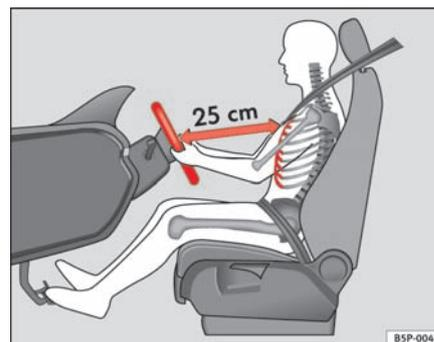

Fig. 97 Posición correcta del conductor
- Ajuste el volante hasta alcanzar la posición deseada ⇒ fig. 97.
- Ajuste el asiento del conductor o el volante de modo que quede una distancia mínima de 25 cm entre el volante y el tórax ⇒ **página 137, fig. 97**. ¡Si no respeta la distancia mínima, el airbag no le protegerá adecuadamente y corre peligro de muerte!